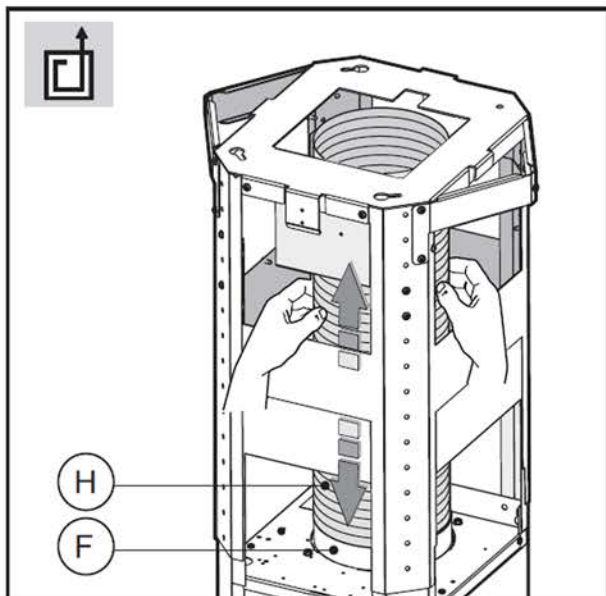

Fig.8
- **Coifa**: conecte a mangueira flexível **H** (não fornecida) ao furo de saída de ar feito anteriormente e fixe a mangueira ao flange de conexão **F** (**Fig. 8**).